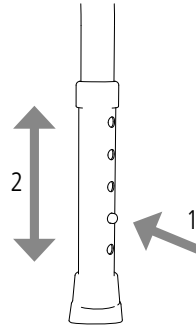

Abb.4
1. Drücken Sie den Federknopf mit dem Daumen in das Teleskoprohr (1, Abb. 4).
2. Schieben Sie das Rohr in die gewünschte Position (2, Abb. 4).